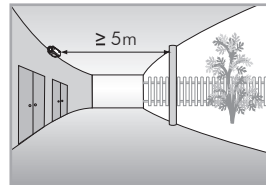

FIG.6
- Lorsque le capteur est installé sous un avant-toit, il devra être positionné à au moins 5 m des bordures de l'allée pour éviter tout déclenchement intempestif dû à la pluie ou à la neige (voir fig. 6).